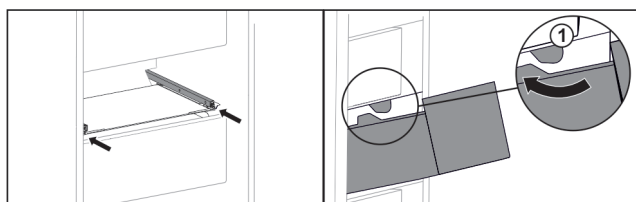

Fig. 41
- ▶ Far passare il cassetto intorno ai fermi Fig. 41 (1).